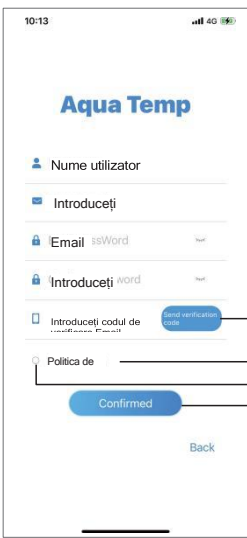

Fig.2 Interfața de înregistrare a contului
- 9 Faceți clic pe "Confirmat", legarea dispozitivului este finalizată (Fig.2)
- 11 Faceți clic pe dispozitiv pentru a accesa direct interfața principală a dispozitivului (Fig.2)